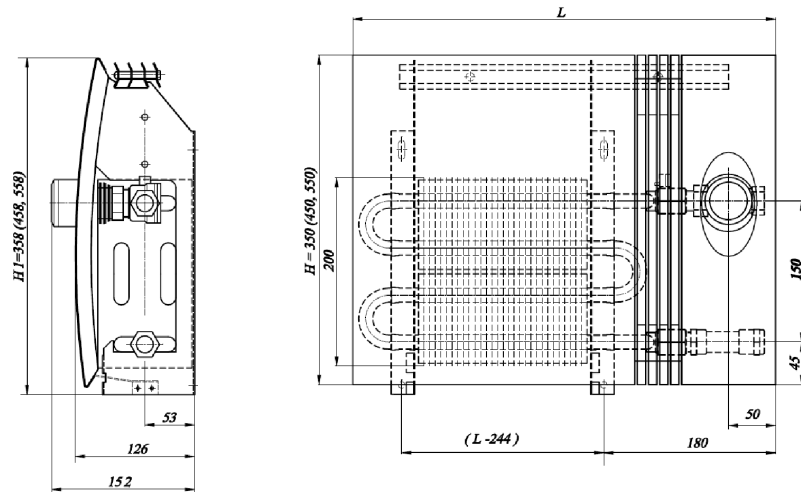
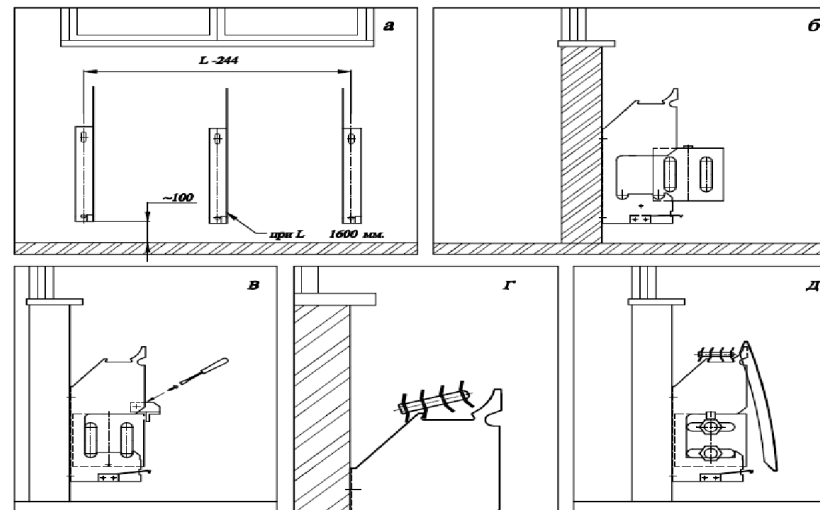

Рис.1 Конвектор настенный с боковым подключением ПКН2 304...525А (Р,Р) Т
Рис.2
- 4.1. Конвектор состоит из следующих основных частей (Рис.1) :
- 4.4. Размеры и технические характеристики изделий представлены на Рис.1, и в таблице .
- Разметить места установки кронштейнов. При этом следует учесть, что для оптимальной теплоотдачи расстояние между конвектором и полом, должно быть 100-120 мм, а между конвектором и подоконником не менее 100 мм. Расстояние между осями кронштейнов принимается L-244 мм. (расстояние между осями кронштейнов с привинченной планкой между ними !), для конвекторов в соответствии с рис.1. Если длина конвектора более 1600 мм, то он комплектуется третьим кронштейном, который устанавливается посередине см. рис.2а.
- Установить нагревательный элемент на кронштейны в соответствии с рис.2б.
- Установить между кронштейнами и закрепить планку винтами в соответствии с рис. 2в.
5.11. Установить решетку рис.2г.
5.12. Навесить лицевую панель зафиксировав её нижний край фиксатором кронштейна рис.2д.